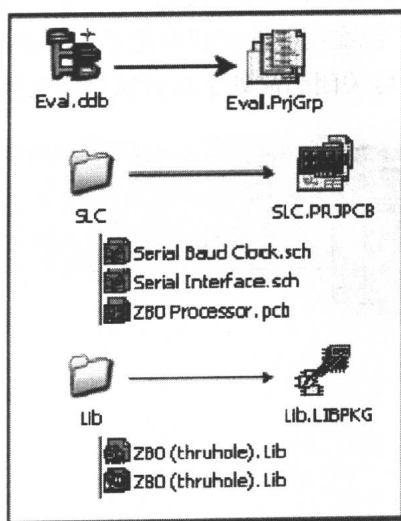

图 1-9 Protel 99 的数据库文件与 Protel DXP 转化的对应
(3) 所有的 Protel 99 的数据库文件完成转化, 最终会得到*.ddb 转化为*.PrjGrp, *.pcb 转化为*.PRJPCB, *.sch 转化为*.schdoc。其整体转换的结果对应关系如图 1-9 所示。